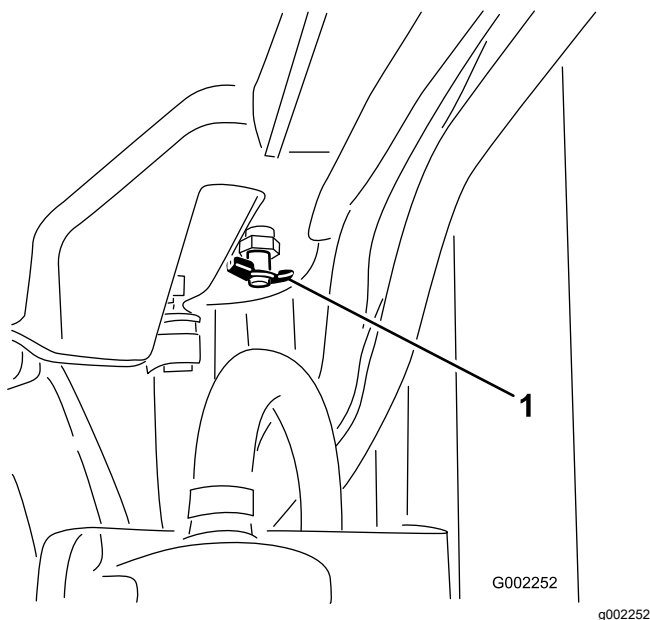

Figura 99
4. Deschidei robinetul de evacuare i scurgei lichidul de răcire în tavă (Figura 99).
5. Închidei robinetul de evacuare (Figura 99).